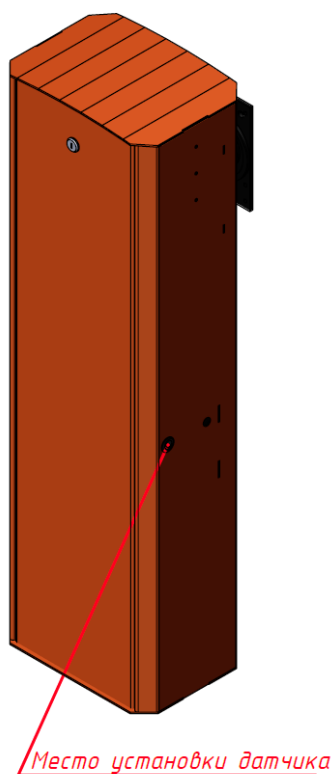

Рисунок 1 Установка излучателя
- 1) Установить излучатель в тумбу шлагбаума, предварительно демонтировав заглушку (Рисунок 1 Установка излучателя)